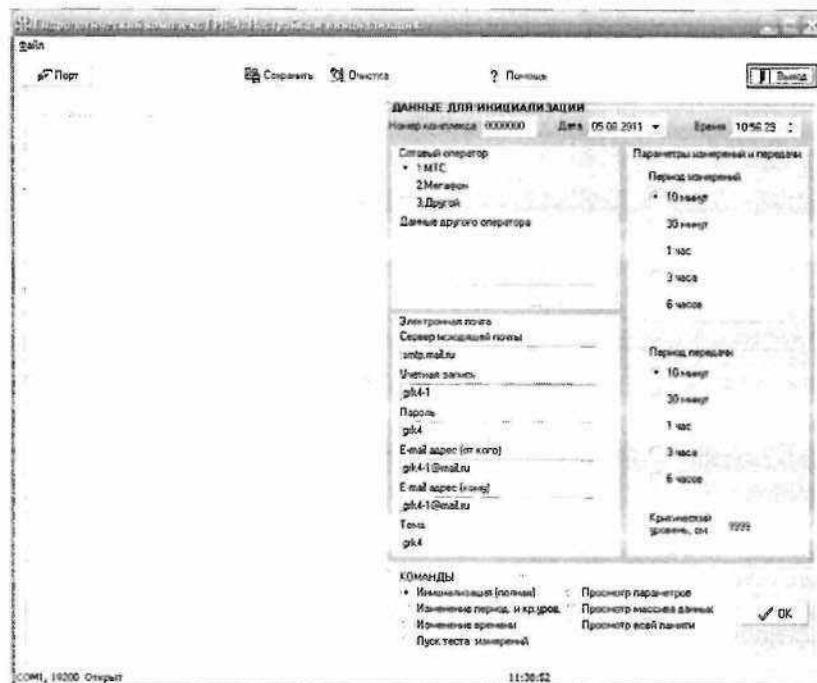

Рисунок 2- Окно программы
2.2.4.5 На экране монитора откроется основное окно программы (рисунок 2):